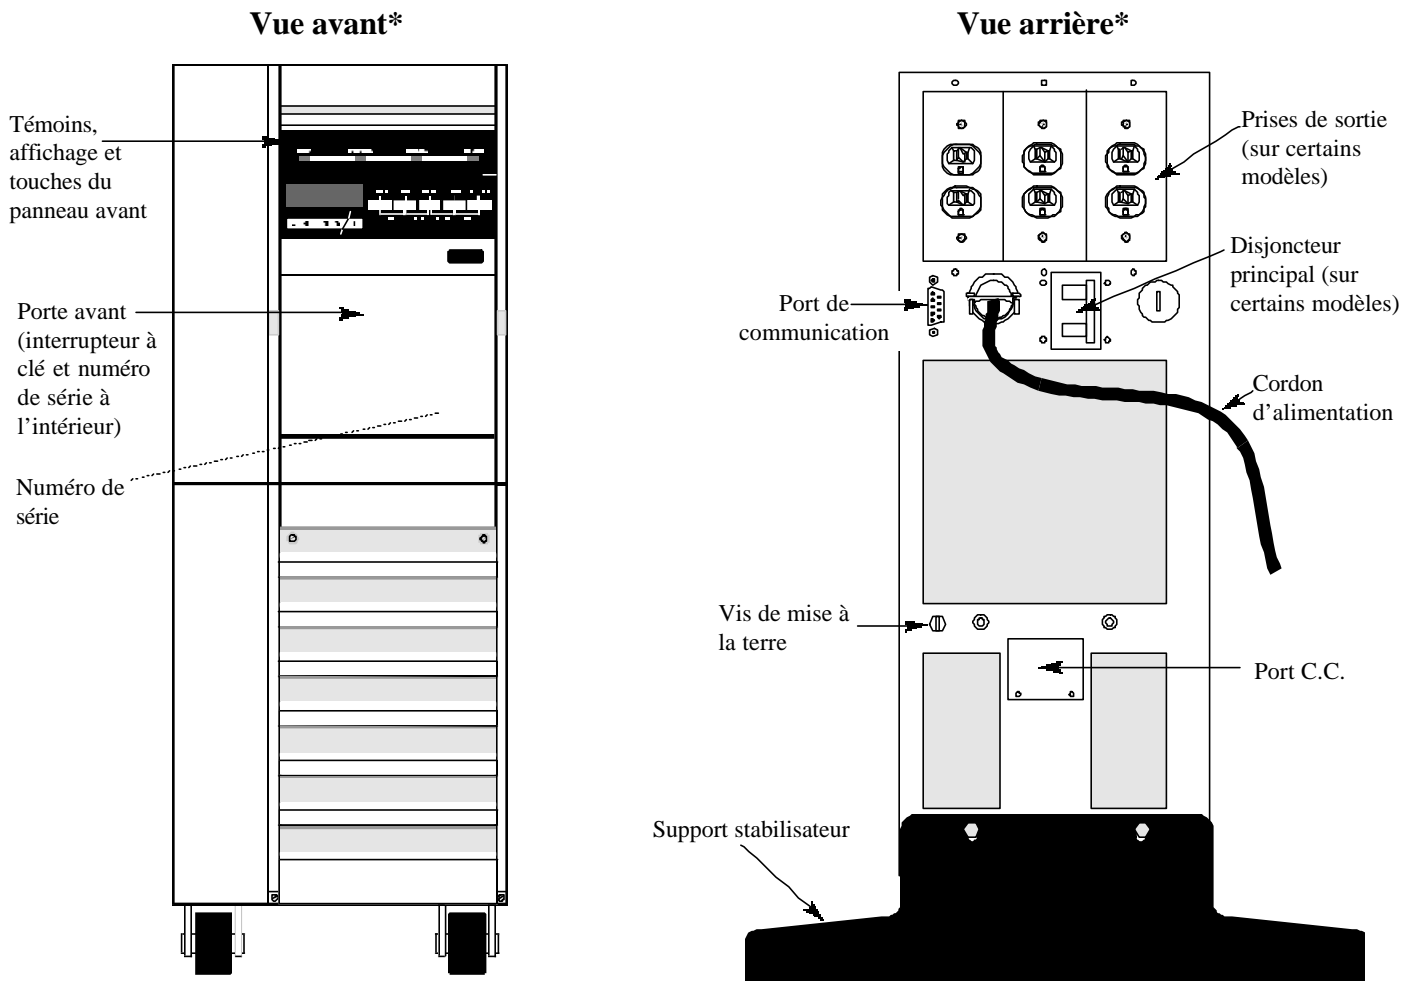
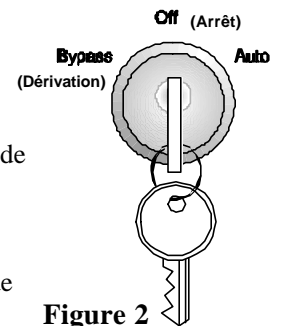

Figure 1
Figure 2
* Les schémas de la figure 1 illustrent un UT3K, UT4K ou UT5K. L'aspect du UT8K diffère légèrement.
- 2 Ouvrez la porte d'entrée de l'UPS (alimentation secourue) en tirant le haut de la porte vers vous (voir figure 1 pour trouver la porte). S'assurer que l'interrupteur à clé situé à l'intérieur de la porte de l'UPS est sur « OFF » (Arrêt) (voir figure 2).